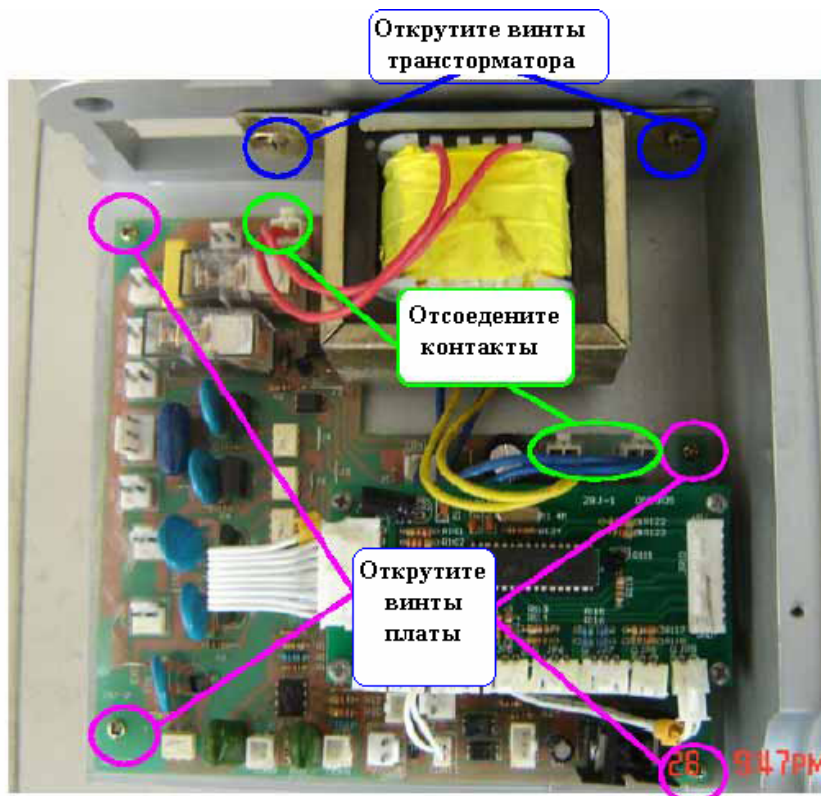

Рис. 21.1
- Открутите винты трансформатора (Рис.21.1);
- Отсоедините контакты трансформатора (Рис.21.1);
- Открутите винты платы (Рис.21.1);